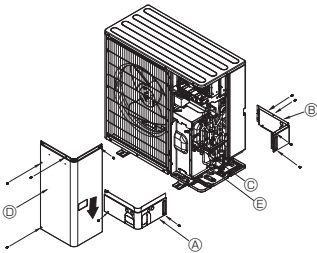

Fig. 5-3
5.3. Soğutucu boruları (Fig. 5-3)